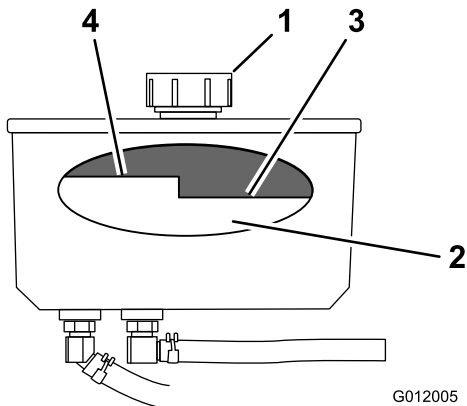

Figura 70
3. Limpie alrededor del cuello de llenado y el tapón del depósito de aceite hidráulico (Figura 70).
4. Retire el tapón del cuello de llenado (Figura 70).
**Nota:** El nivel de aceite debe estar por debajo del nivel caliente del tabique cuando el aceite está caliente (Figura 70).